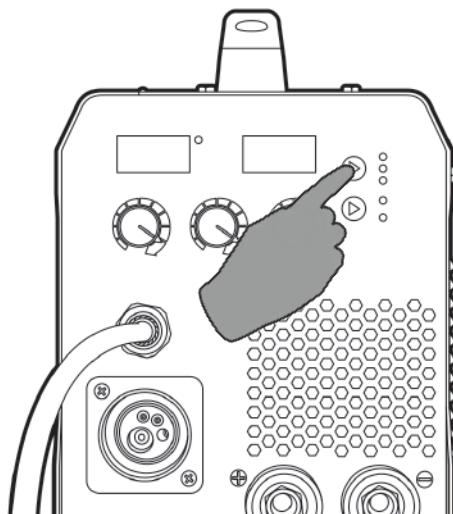

Рис. 11.5. Выбор способа сварки.
- 4.** Перейдите в режим MMA (см. рис. 7.1, п. 6) на передней панели сварочного аппарата (см. рис. 11.5).